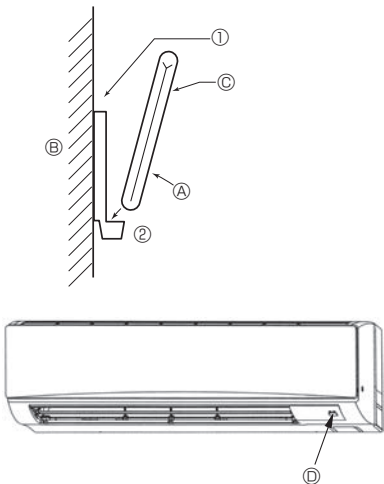
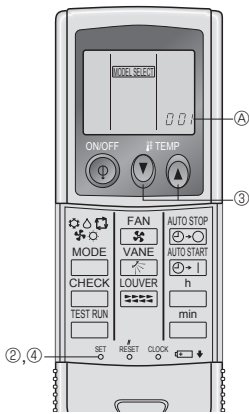

Рис. 6-2
Рис. 6-3
2) Метод установки (Рис. 6-2)
- ① Закрепите держатель пульта дистанционного управления в выбранном Вами месте с помощью двух самонарезающих винтов.
- ② Вставьте низ пульта в держатель.
3) Настройка (Рис. 6-3)
- ① Вставьте батарейки.
- ② Нажмите кнопку SET остроконечным предметом.